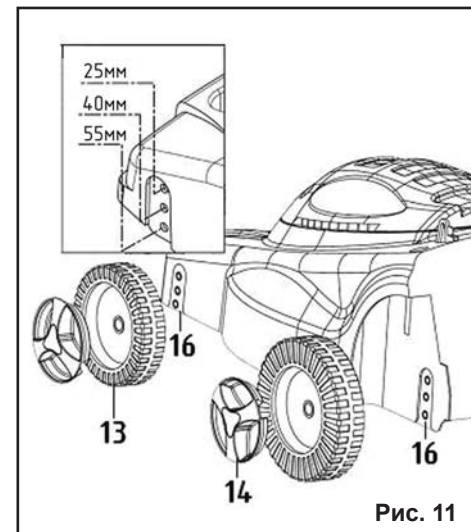

Рис. 11
7.4.2. Поднимите дефлектор (12) газонокосилки и установите травосборник (11) на газонокосилку.
**8. ПОРЯДОК РАБОТЫ С ГАЗОКОСИЛКОЙ****8.1. Регулировка высоты скашивания (Рис.11)**